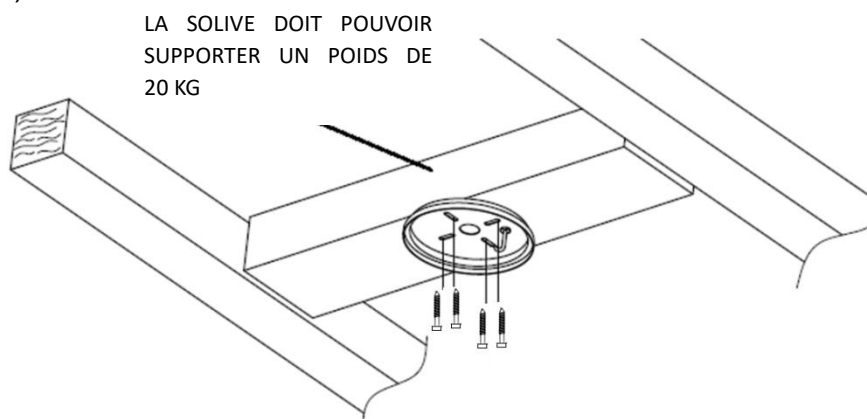

Fig. 2
- Installez le support de suspension sur une solive ou une structure capable de supporter une charge d'au moins 20 kg avec les 4 vis longues fournies. Veillez à ce qu'au moins 3 cm des vis soient vissés dans le support. (Fig. 2)